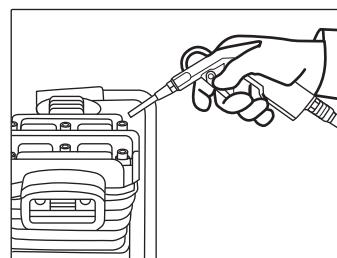

Рис. 11
Регулировка выходного давления сжатого воздуха возможна с помощью выходного редуктора и манометра расхода выходного воздуха. Для этого достаточно повернуть вентиль редуктора (D) по часовой стрелке для увеличения давления, против часовой стрелки — для уменьшения давления. Закончив работу, рекомендуется перевести значение выходного давления на нуль по манометру (A) (рис. 11). Данная операция необходима, чтобы предотвратить увеличение погрешности и быстрый износ редуктора.
Подключение пневматического инструмента к компрессору осуществляется с помощью выходного быстросъемного штуцера (F) (рис. 11) или разъема для пневматического шланга.
Рекомендуется продуть сжатым воздухом все ребра головок компрессора (рис. 11).